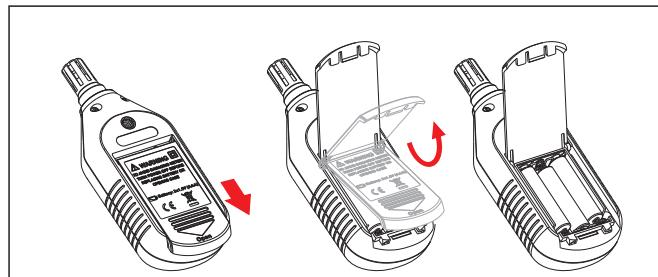

图3
- 本仪器的电源为3节1.5V AAA (7号) 电池，请参考图3试用下列顺序安装或更换电池。